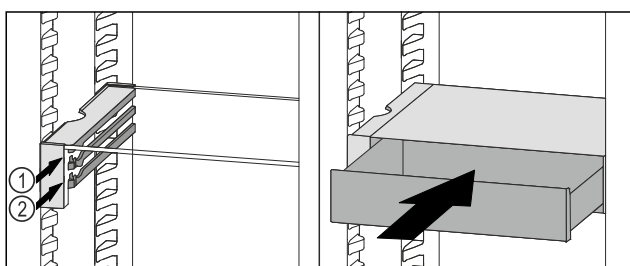

Fig. 136
- ▶ Sæt VarioSafe-skuffen ind bag stoppene på den ønskede ribbe Fig. 136 (1) eller Fig. 136 (2).